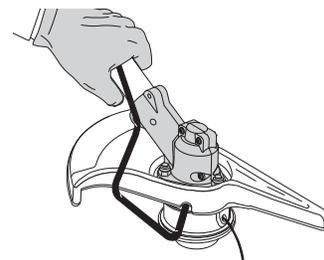

Fig. 9
2. Maintenez la tige de blocage en place en la saisissant près du bras de l'appareil (Fig. 9).
- Maintenez la tige de blocage en place en la saisissant près du bras de l'appareil (Fig. 9).